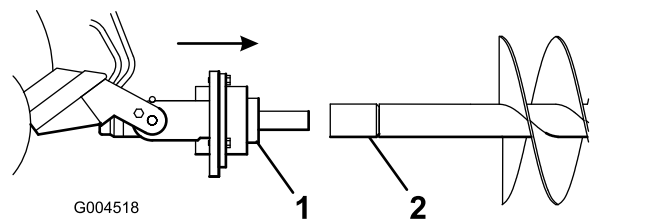

Рисунок 7
7. Направьте ведущий вал в конец вала шнека или удлинителя (если он установлен) (Рисунок 7).